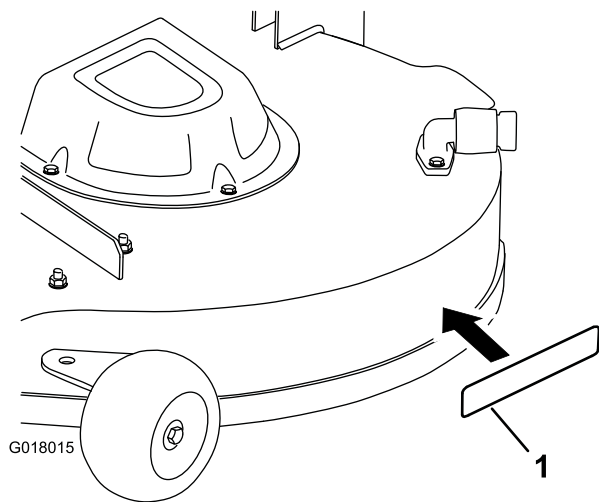

Figura 7
6. Instale la pegatina en la zona indicada en Figura 7.
- C. Separe la pegatina del soporte y colóquela en su lugar (Figura 7).